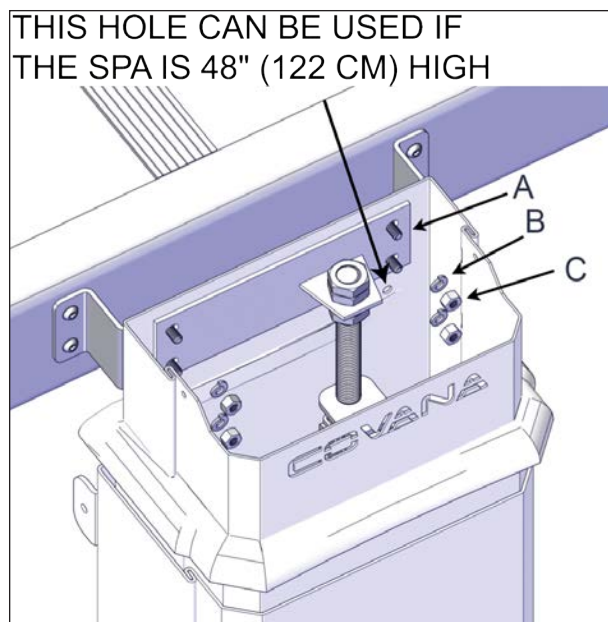

FIGURE 107: RETRAIT DE L'ADAPTATEUR DU VÉRIN
3. Retirer les 4 boulons de carrosserie 1/4-20 x 3/4 po des adaptateurs de vérin, de chaque colonne télescopique en utilisant une clé à rochet de 11 mm (7/16 po), voir Figure 107.